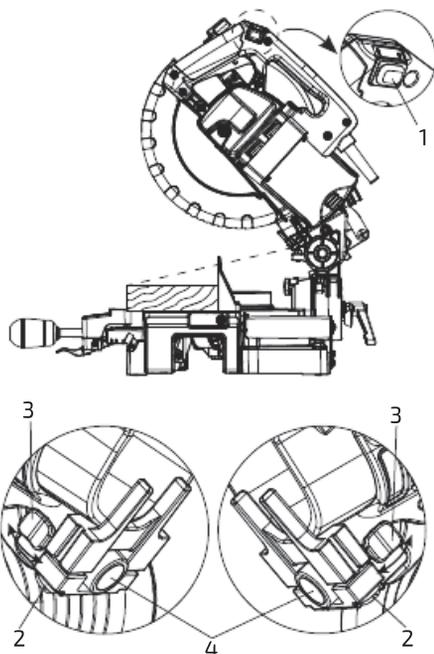

Рис. 19
1. Для включения лазера следует перевести кулисный переключатель (1) в положение ON (ВКЛ.) (рис. 19).
2. Для отключения лазера перевести кулисный переключатель (1) в положение OFF (ВЫКЛ.).
1. Слегка ослабить два крепежных винта (2) (рис. 19).
2. Удерживать лазерный блок (3) для перемещения лазерного элемента (4) влево или вправо для регулировки положения лазерной линии (рис. 19, 20).
3. После завершения выравнивания лазера затянуть крепежные винты (2).
2. Слегка повернуть лазерный блок (3) для регулировки горизонтального угла лазерной линии. Если лазерная линия отклоняется слева направо, лазерный блок (3) повернуть по часовой стрелке. При отклонении лазерной линии справа налево лазерный блок (3) повернуть против часовой стрелки до надлежащего выравнивания лазера (рис. 19, 20).